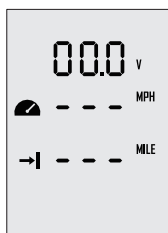

Abb. 6-1
Schritt 1: Im eingeschalteten Zustand drücken Sie die „M“ Taste ca. 2 Sekunden, um zu den benutzerdefinierten Einstellungen zu gelangen (siehe Abb. 6-1). Der Benutzer kann nach seinen Vorlieben die Anzeigeoptionen auswählen.
Schritt 2: Im Menü der benutzerdefinierten Einstellungen wird die momentan einzustellende Option blinkend dargestellt. Durch Drücken der „^“ Taste können Sie die anderen Optionen dieser Einstellung sehen. Beispiel: Wenn in Abb. 6-1 „V“ blinkt, bedeutet es, dass Sie an dieser Stelle andere Optionen auswählen können. Durch Drücken der „^“ Taste wird die Anzeige von „V“ auf „%“ gewechselt. D. h. anstatt der Spannung wird der Batteriestand angezeigt.